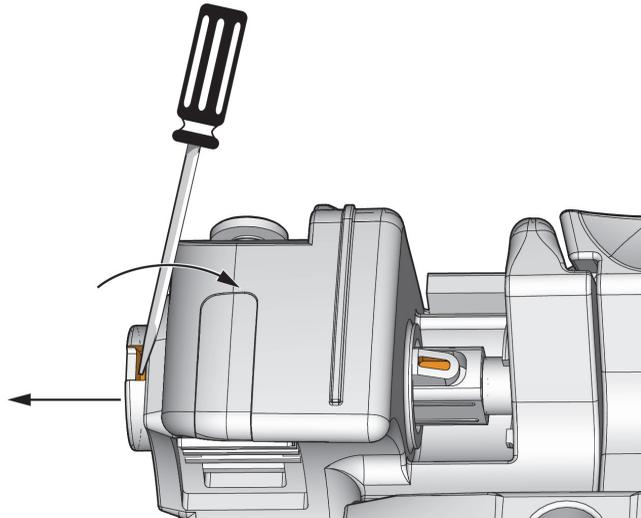

Figura 5-10 Extracción del eje de freno
5. Introduzca la punta del destornillador en la muesca del extremo del eje. Llévela a una inclinación hacia la parte interior para poder empujar el eje hacia fuera (ver las flechas en Figura 5-10 en la página 84).